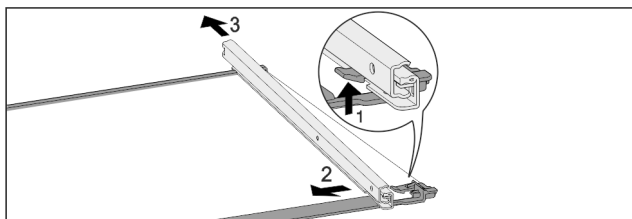

Fig. 40 Ripiano in vetro con guide
- Premere il gancio di fermo anteriore verso l'alto. Fig. 40 (1)
- Far scorrere la guida estraibile di lato Fig. 40 (2) e verso il lato posteriore Fig. 40 (3).